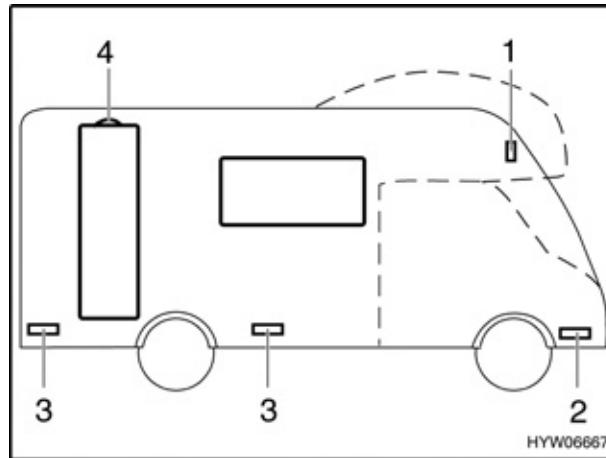

Fig. 160 Luci laterali (Camp GT/classe B/Star-Line)
**Camp GT/Classe B/Star-Line****Luce di sagoma (Fig. 160,1)**
**Indicatore di direzione (Fig. 160,2)**
**Luce di ingombro (Fig. 160,3)**
**Luce tenda veranda (Fig. 160,4)**